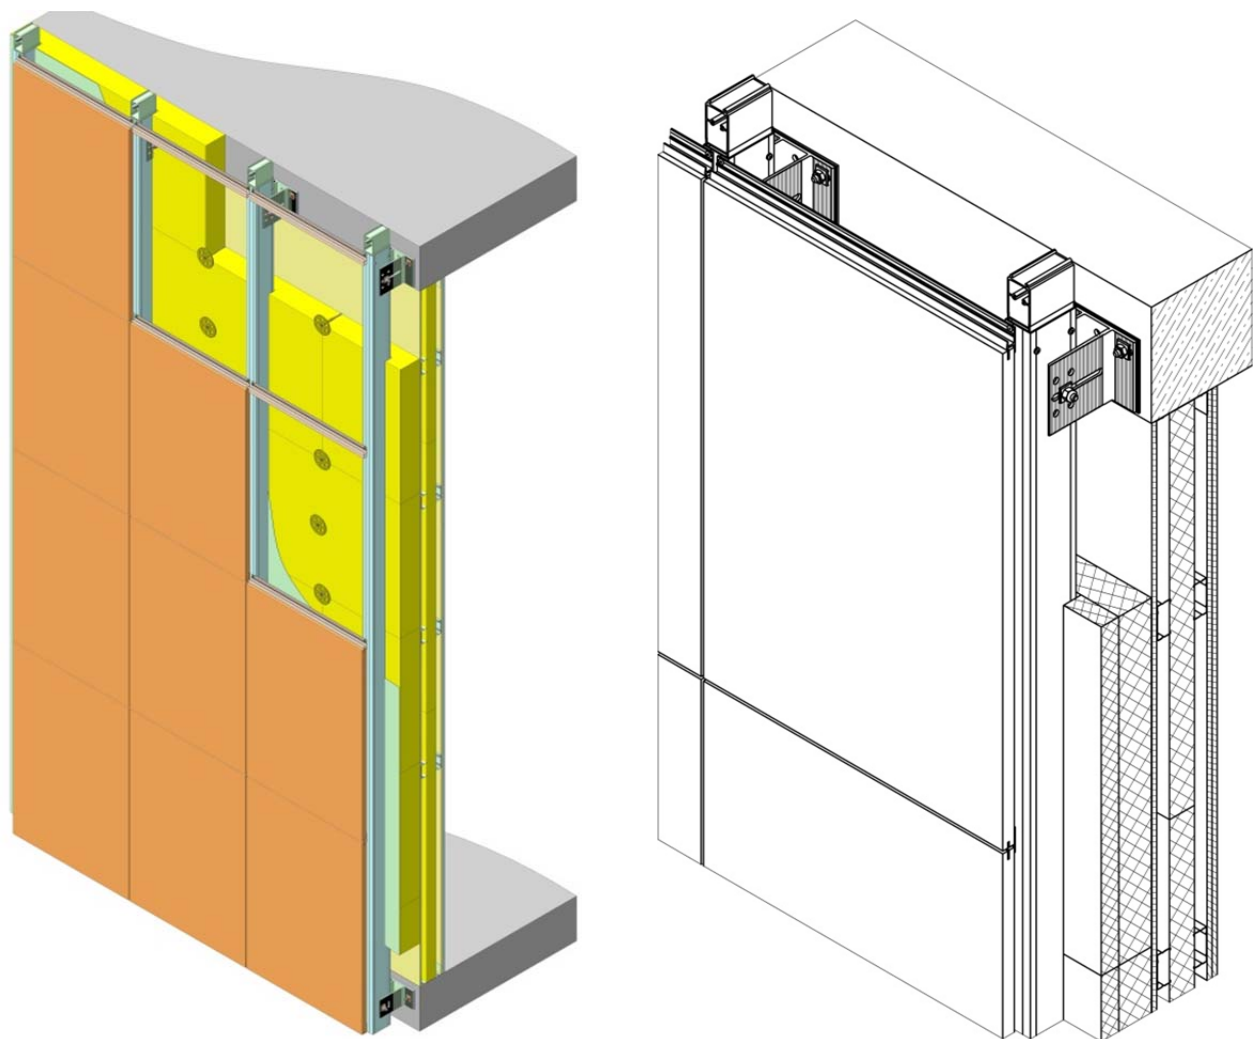

Рис.4 Система СФТО-П5-50.41 – усиленная
2. **Усиленная - СФТО-П5-50.41** - Система для **невидимого** закрепления навесных плит (из гранита, камня и т.п.) **кляммер-ригелями** через **усиленные** стойки и **П-подобные** кронштейны на плитах перекрытия здания (см. рис. 4).
Система **СФТО-П5-50.41** применяется в основном для закрепления **на плитах перекрытия**, т.е. как при отсутствии между плитами перекрытия стены, так и при наличии непрочной стены или перегородки (см. рис.4).